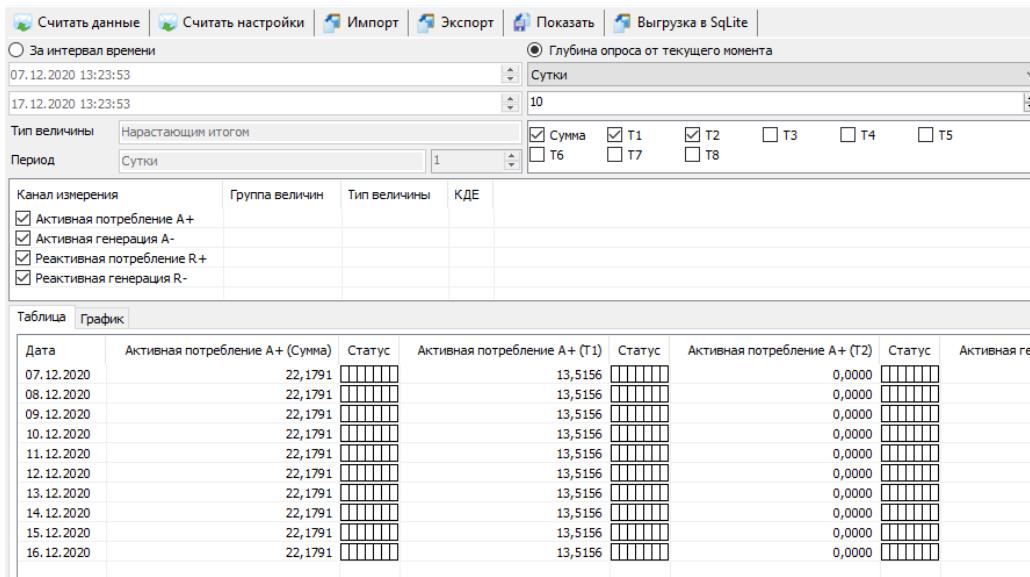

Рисунок 42 – Чтение текущих показаний накопителей энергии
6.3.2.7.1 Считать накопления энергии в ТПО AdminTools можно на странице «Данные измерений → Группа накопления энергий по тарифам» (Рисунок 42)